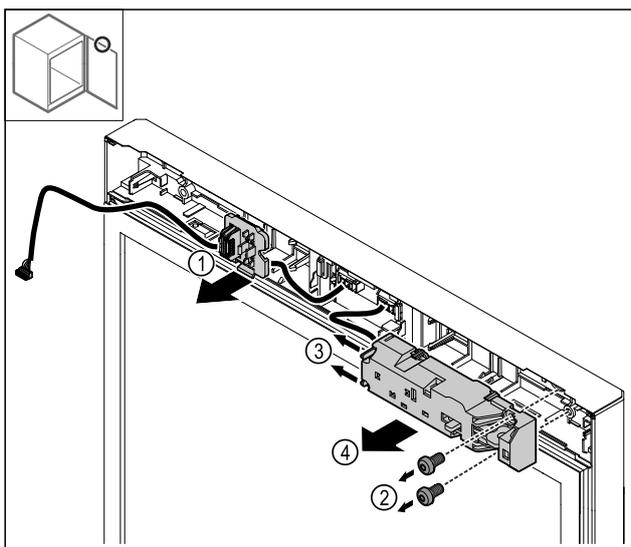

Fig. 27
- ▶ Steckerhalterung Fig. 27 (1) ausrasten.
- ▶ Schrauben Fig. 27 (2) entfernen.
- ▶ Rastnasen Fig. 27 (3) zur Seite drücken und elektrisches Schloss Fig. 27 (4) abnehmen.